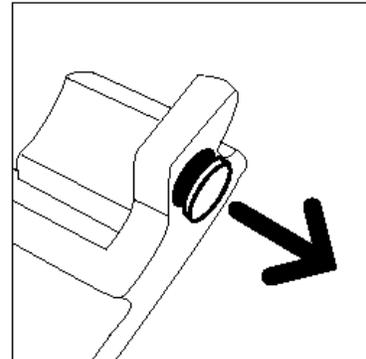

Abb. 22: Kappe entfernen
- 5** Die goldene Kappe von der Vorderseite des alten Behälters entfernen (s. Abb. 22).